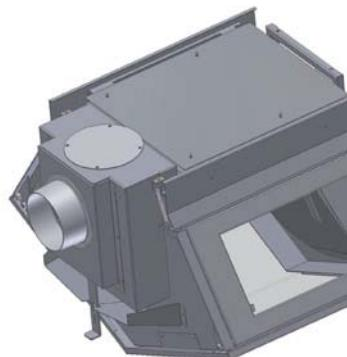

Figure 4 La bouche du tuyau et le couvercle sont interchangeables
- moins. Utilisez dans ce cas le raccord arrière ou en bas. Voir la figure 4. Pour le montage de la prise d'air extérieur supplémentaire à l'arrière, reportez-vous à l'alinéa suivant.